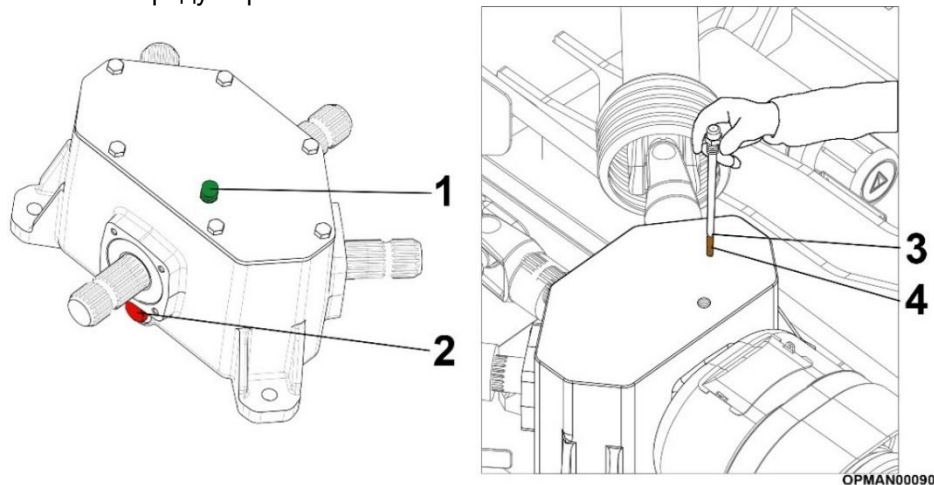

Рисунок 5.2 – Разделительный редуктор Мультиката
масло, если необходимо довести его до верхней отметки уровня, см. Рисунки 5.2 (3) и 5.3 (3), **прежде чем продолжить работу с машиной**. Уровень масла всегда должен быть выше нижней отметки заливки; см. рис. 5.2 (4) и 5.3 (4), иначе редуктор может необратимо повредиться. В защитном кожухе редуктора разделителя имеется вырез для проверки уровня масла без необходимости открывать защитный кожух.w